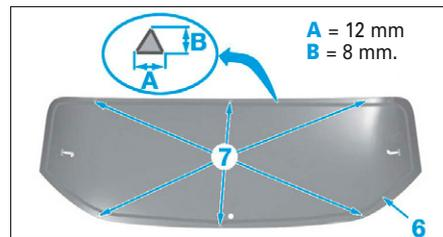

FIG. 25
- Tailler la buse en section triangulaire pour obtenir un cordon de colle de largeur "A" et de hauteur "B" (Fig.25).
- Appliquer un cordon de colle sur le pourtour de la vitre de volet arrière en (6).
- Positionner des cales d'épaisseurs (7).